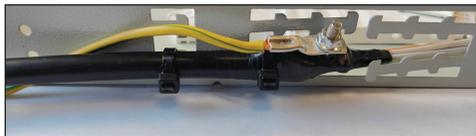

Рисунок 15
11.1.2 Закрепить ОК по наружной оболочке при помощи стяжек нейлоновых на Т-образных ламелях, расположенных на задней стенке корпуса кросса (рисунок 15).